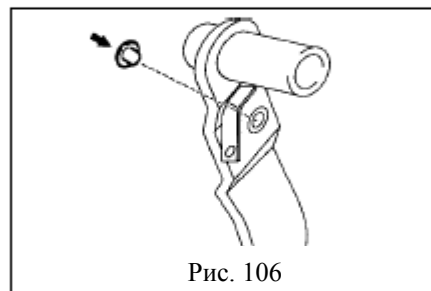

Рис. 106
13. **Установите втулку вилки упорного щитка главного цилиндра системы сцепления.**(рис.106)